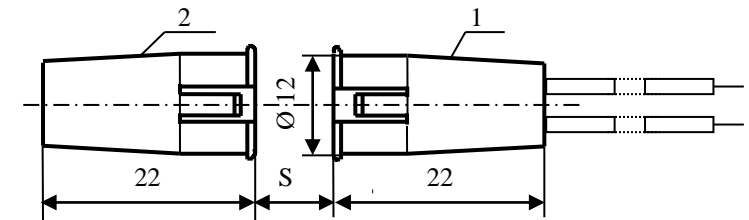

Рисунок 1
1.20 Габаритные, установочные и присоединительные размеры извещателя приведены на рис. 1.